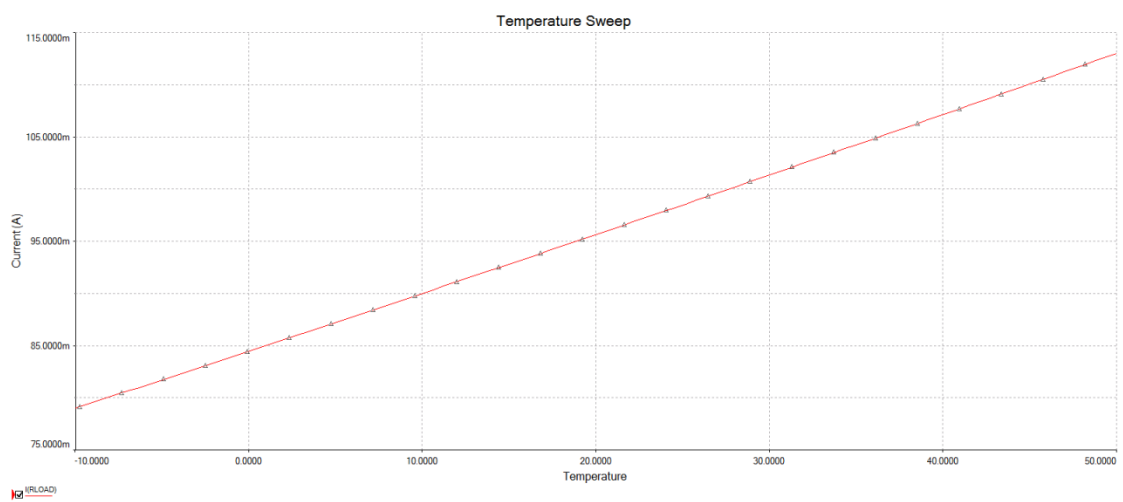

图 5-9c 电流镜型 100mA 恒流源温度稳定性很差
- 2) 温度稳定性极差。当接入负载后，最差情况下，全部  $100\text{mW}$  会消耗在晶体管 Q2 上，这会产生  $60^\circ\text{C}$  左右的温升（假设晶体管热阻为  $600^\circ\text{C}/\text{W}$ ）。而仿真温度效果如图 5-9c，可以看出  $60^\circ\text{C}$  的变化，会产生大约  $34\text{mA}$  的变化。